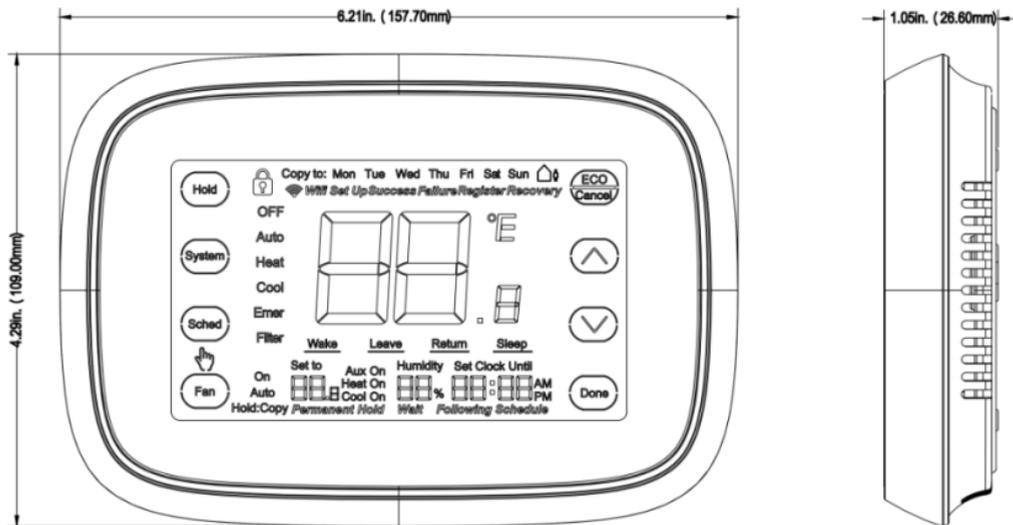

Fig.1 Lakepro-1 Dimensiones frontales y laterales en pulgadas (mm)
1. Lakepro-1 Dimensiones frontales y laterales. Ver Fig. 1.